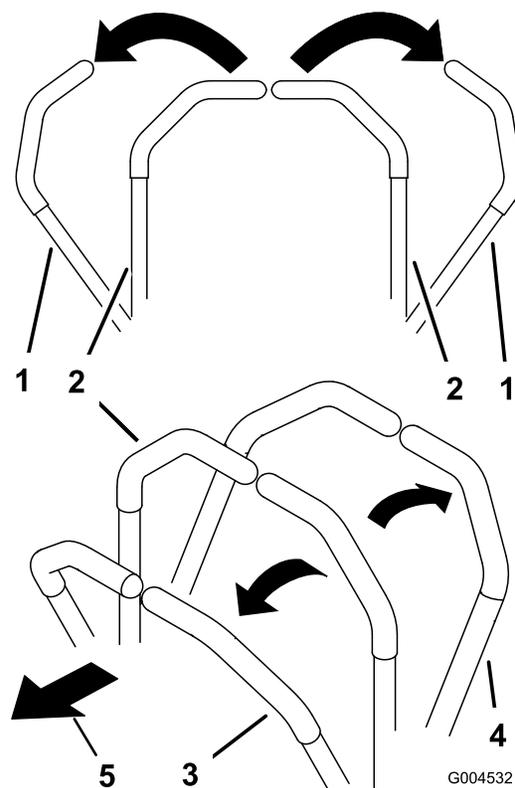

Figura 21
- Para mover para a frente, empurre as alavancas de controlo do movimento para a frente (Figura 21).
- Para mover para trás, puxe lentamente as alavancas de controlo do movimento para trás (Figura 21).
- Para rodar, desacelere a máquina puxando para trás ambas as alavancas e depois empurrando para a frente a alavanca do lado oposto daquele que quer virar (Figura 21).